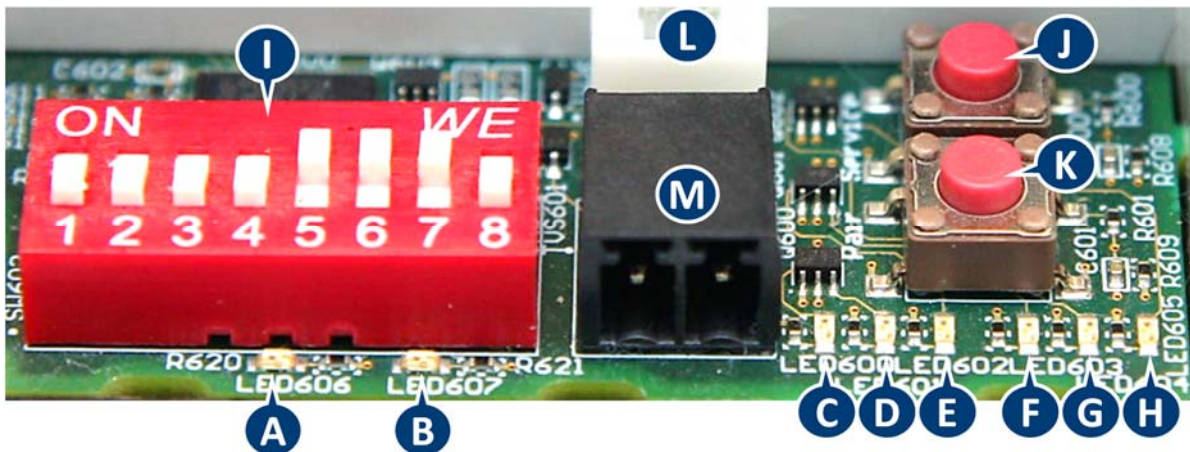

Abbildung 3
- Die rote LED 602, Bild 3 LED-E, blinkt.
- Sie können den Vorgang jederzeit beenden, indem Sie die Einstellungs-Taste mindestens 5 Sekunden lang drücken, bis die gelbe LED 601, Abb.3 LED-D, blinkt.
- Die gelbe LED 601, Abb.3 LED-D, auf der Elementsteuerung blinkt.
- Die gelbe LED 601, Abbildung 3 LED-D, leuchtet 3 Sekunden lang auf und beginnt dann wieder zu blinken.
- Nach einer Weile leuchtet die grüne LED 600, Abbildung 3 LED-C, auf. Der EC ist jetzt bereit zur Kalibrierung.
- ! *Wenn die rote LED 602, Abbildung 3 LED-E, aufleuchtet, ist etwas schiefgegangen. Starten Sie den Vorgang erneut, indem Sie die Einstellungstaste für 5 Sekunden drücken. → siehe Schritt 3.1.3*
- Die grüne LED 603, Bild 3 LED-F, leuchtet dauerhaft.